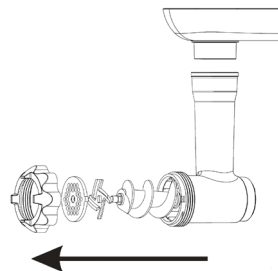

Рис.12
8.2.2 Выньте внутренние части загрузочной горловины, как указано на рис. 12.